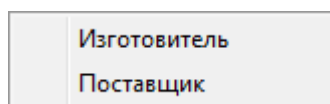

Рис. 9-68 – Выбрать пункт меню
4) После этого отображается контекстное меню для выбора связи – «Изготовитель» или «Поставщик» (рис. 9-68), выбрать необходимый пункт для установления связи.